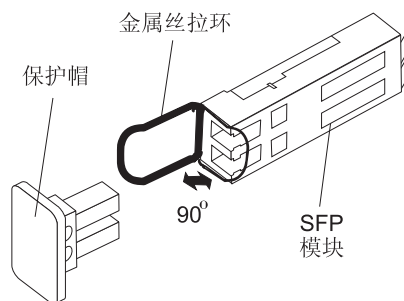

图 28. 将 SFP 模块安装到主机端口中
4. 将 SFP 模块插入主机端口, 直至其卡嗒一声就位。请参阅图 28。